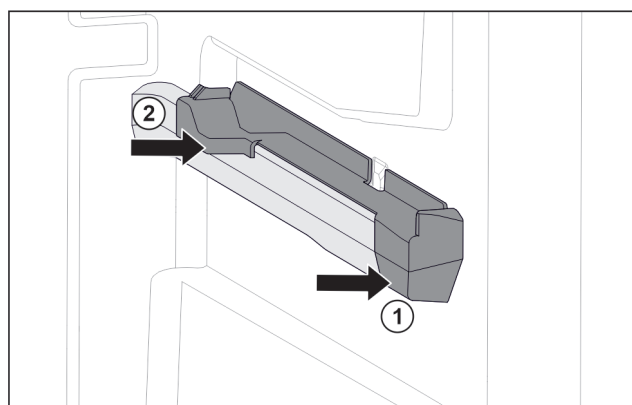

Fig. 77 Element nasadzany na prawym żebrze pojemnika
- ▶ Umieścić element nasadzany z przodu na żebrze pojemnika. Fig. 77 (1)
- ▶ Docisnąć element nasadzany z tyłu. Fig. 77 (2)